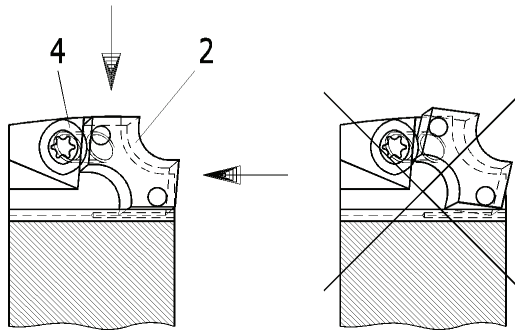

Abb. 2
7. Schneide leicht auf den Sitzgrund und gegen die Anschlagschraube (4) drücken (s. Abb. 2).